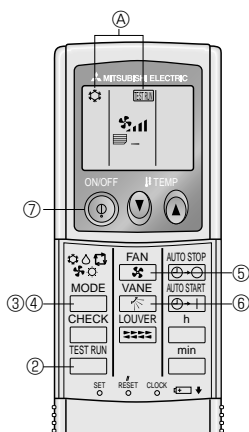

Fig. 7-2
7.2.2. Использование беспроводного пульта дистанционного управления (Fig. 7-2)